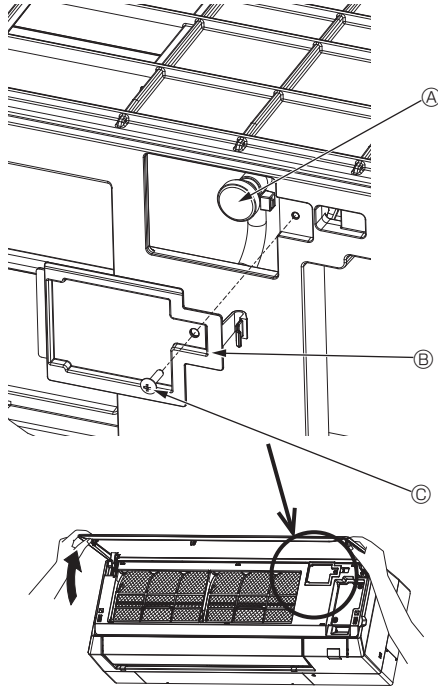

Fig. 7-1
7.2.2. Válvula de salida de aire de la unidad interior (Fig. 7-1)